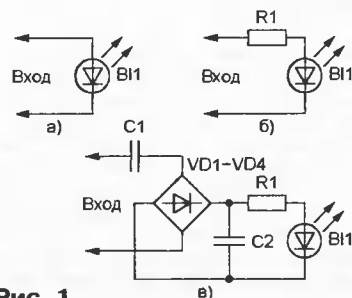

Рис. 1
Цепи управления реле бывают токовыми (рис. 1, а, номинальный ток —
10...25 мА) или потенциальными (рис. 1, б — постоянное напряжение 4...7 или 3...30 В, рис. 1, в — переменное 6...30 или 110...280 В). С токовым управлением выпускают только однофазные и двуканальные реле, с потенциальным — всех видов. В различных модификациях место резистора R1 (см. рис. 1, б и в) может занимать стабилизатор тока, а «гасящий» конденсатор C1 (см. рис. 1, в) — отсутствовать. Если в реле (например, многофазных) имеется несколько излучающих диодов, они могут быть соединены последовательно или параллельно.